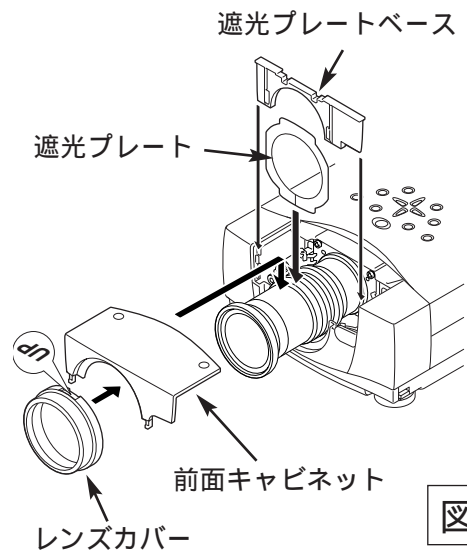

図 6
**5** 遮光プレート及び遮光プレートベースを取り付ける。(図6参照)
**6** 前面キャビネット及びレンズカバーを取り付ける。(図6、7参照)